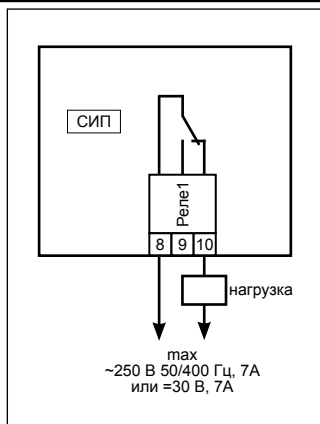

Рисунок 4. Счётчик импульсов СИП.
6.4 Если необходимо управление дополнительным исполнительным устройством при достижении установленного значения, подключите один провод кабеля его управления в разрыв к контактам Реле1 (Рисунок 4).